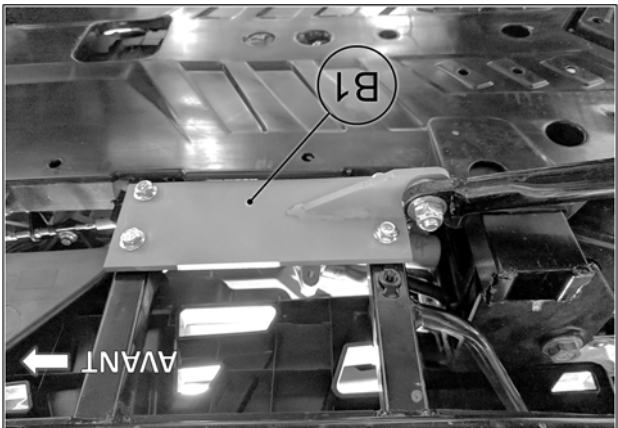

Fig. 4
5. Fixer la plaque d'ancrage (B1) au même emplacement sous le châssis, à l'aide des boulons de fixation du marche-pied qui viennent d'être retirés. Voir la Fig. 4